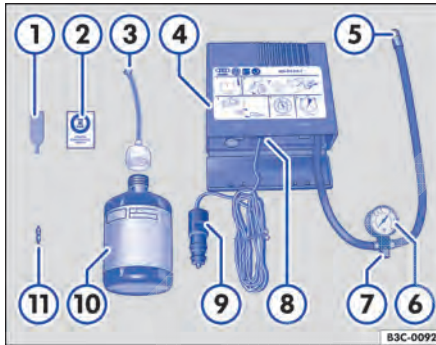

Fig. 242 Representação esquemática: componentes do kit de reparo dos pneus.
O kit de reparo dos pneus encontra-se no compartimento de bagagem sob o revestimento do assoalho. Ele é composto pelos seguintes componentes ⇒ Fig. 242:
12. Colar a etiqueta adesiva ⇒ Fig. 242 ② do kit de reparo dos pneus no campo visual do condutor no painel de instrumentos.
- Com a chave para remoção do elemento da válvula ⇒ Fig. 242 ①, desrosquear o elemento da válvula do pneu e colocá-lo sobre uma superfície limpa.
- Agitar a garrafa para enchimento dos pneus ⇒ Fig. 242 ⑩ algumas vezes com força.
- Rosquear a mangueira de enchimento ⇒ Fig. 242 ③ com firmeza no sentido horário sobre a garrafa para enchimento dos pneus. A película na tampa é perfurada automaticamente.
- Remover a vedação da tampa da mangueira de enchimento com bujão ⇒ Fig. 242 ③ e introduzir a extremidade aberta totalmente na válvula do pneu.
- Rosquear novamente o elemento da válvula com a chave para remoção do elemento da válvula ⇒ Fig. 242 ① na válvula do pneu.
- Rosquear a mangueira de enchimento dos pneus ⇒ Fig. 242 ⑤ do compressor de ar com firmeza na válvula do pneu.
- Verificar se o parafuso de sangria de ar ⇒ Fig. 242 ⑦ está fechado.
- Encaixar o conector do cabo ⇒ Fig. 242 ⑨ em uma tomada 12 V do veículo ⇒ Página 185.
- Ligar o compressor de ar com o interruptor LIGA-DESLIGA ⇒ Fig. 242 ⑧.
- Deixar o compressor de ar funcionar até atingir 2,0 – 2,5 bar (29 – 36 psi / 200 – 248 kPa) ⇒ . **Tempo de funcionamento máximo de 8 minutos** ⇒ ①.
Reconectar a mangueira de enchimento do pneu ⇒ Fig. 242  e ler a pressão de enchimento do pneu no indicador da pressão dos pneus ⇒ Fig. 242 .